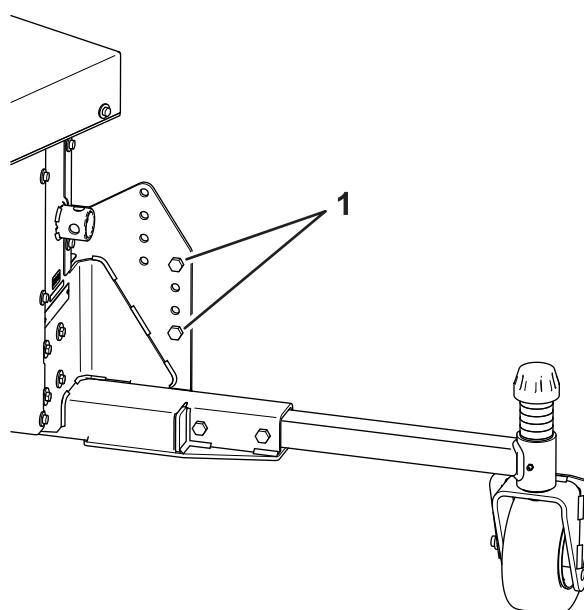

図 9
14. クレートを脇にずらし、ストラップで吊った状態でキャスタホイールとジャッキスタンドが床面に接触するまでブロアを下降させる図 9。